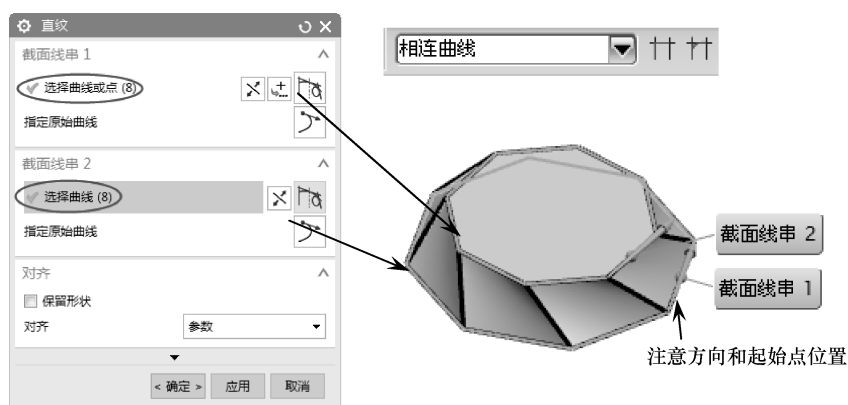

图 5-51 选择曲线
- 05 在【曲面】选项卡中单击【直纹】按钮, 弹出【直纹】对话框。移动光标到绘图区, 选择截面线串 1, 操作过程如图 5-51 所示。在截面线串 2 组单击【选择曲线】按钮, 或者按下中间键, 选择截面线串 2。